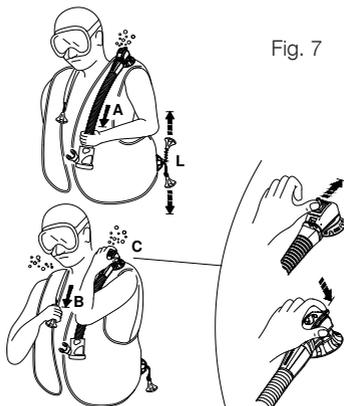

Fig. 7
- a. voorzichtig aan de slangconstructie trekken (afb. 7 - A).
- b. het indrukken van de knop die uit de klepbehuizing steekt (fig. 7 - C) (Gepatenteerd): dit systeem kan ook nuttig zijn om lucht te verwijderen van een andere duiker die problemen heeft (paniek, beginnende duiker, bewusteloosheid, enz.).
- De SCUBAPRO® Dual Manual Dump Valve (Patent) heeft een veiligheidshandbedieningsknop die lucht vrijgeeft wanneer deze wordt ingedrukt (FIG 7-C), in geval van storing van het Manual Dump System (gebroken kabel, pin, enz.).
### **Onderste stortklep (afb. 7 - L)**
De deflatieapparaten met de maximale uitstroom van gas zijn de schouderklep fig. (7-B) en de onderste klep (fig 7-L).